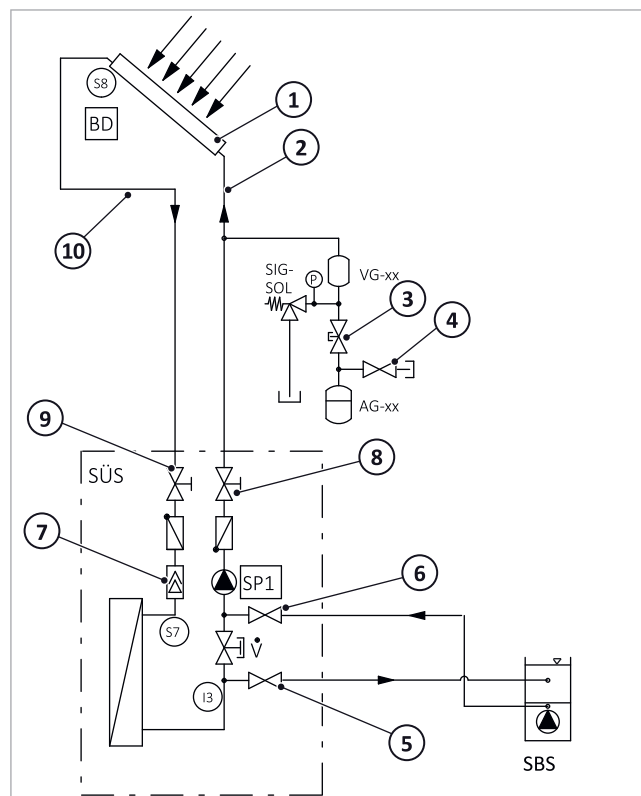

Fig. 105: stazione di trasmissione del calore solare: spurgo della linea della pompa
- Dopo il nuovo riempimento del circuito solare, durante l'esercizio avranno luogo dei degassamenti i quali si accumulano nell'intercettazione aria della stazione → *fig. 105, S. 53 (7)*. Questi degassamenti si riducono man mano che aumenta la durata di esercizio. Nei primi giorni dopo la messa in funzione, quindi giornalmente, sfatare l'intercettazione aria e, infine, a seconda della separazione della quantità d'aria ad intervalli più lunghi e controllare la pressione dell'impianto.